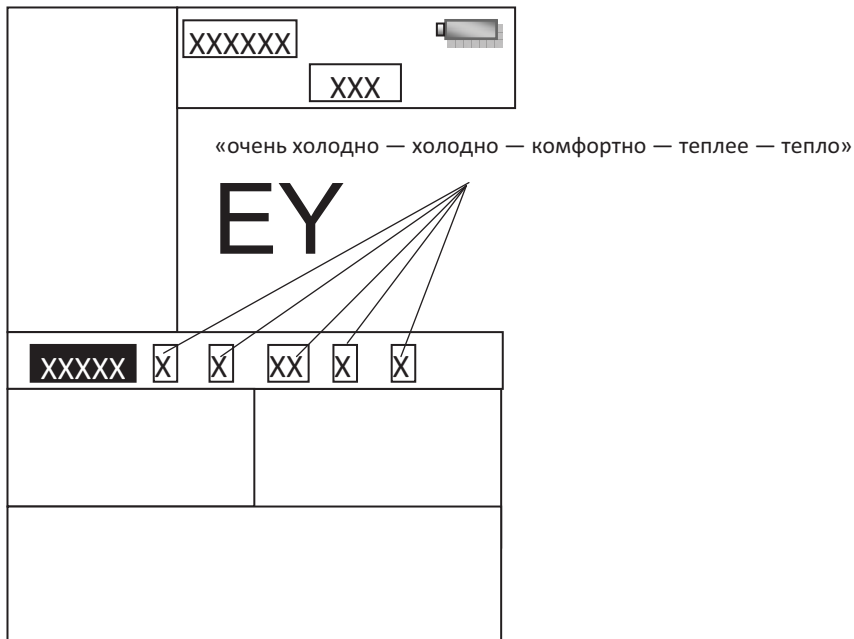

Рис. 5.8
- При выборе режима на ЖК-дисплее высветится символ в зоне индикации согласно рис. 5.8.
- Кнопками «-/+» можно переключать в другие подрежимы в следующей последовательности: «очень холодно — холодно — комфортно — теплее — тепло» (Рис. 5.8).